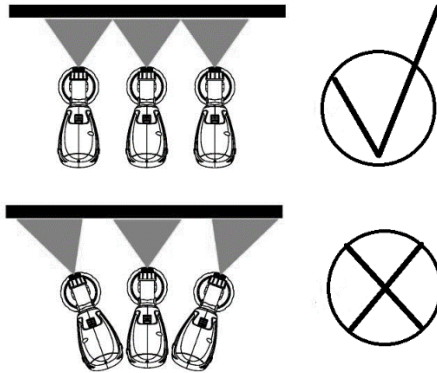

Рисунок 6
4.4 Фарбування потрібно починати із зовнішньої сторони робочої зони, тримаючи розпилювач паралельно, на однаковій відстані, приблизно 10-30 см від об'єкта (Рисунок 6.). Переміщайте розпилювач рівномірно горизонтально або вертикально, залежно від налаштування форми струменя. Плавне переміщення розпилювача, з постійною швидкістю, призведе до рівномірного покриття поверхні. Рух інструмента уздовж поверхні, що фарбується здійсніть безперервно зигзагоподібною лінією. Щоб уникнути напливів фарби, робіть перерву між повторним фарбуванням поверхні (особливо вертикальної), достатній для висихання попереднього шару.